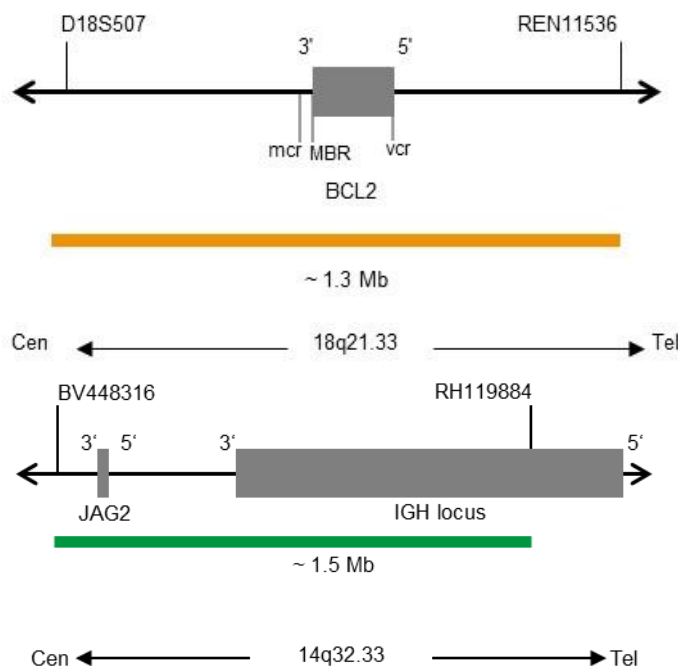

Fig. 1: Arriba: SPEC BCL2 Mapa de la sonda; abajo: SPEC IGH Mapa de la sonda (no está a escala)
- Polinucleótidos marcados en naranja (excitación a 547 nm/emisión a 572 nm) ZyOrange (~6 ng/μl), dirigidos a secuencias localizadas en 18q21.33* (chr18:60,180,078-61,507,691) que albergan la región del gen BCL2 (ver Fig. 1).
- Polinucleótidos marcados en verde (excitación a 503 nm/emisión a 528 nm) ZyGreen (~12 ng/μl), dirigidos a secuencias localizadas en 14q32.33* (chr14:105,462,169-106,995,000) que albergan el locus IGH (ver Fig. 1).